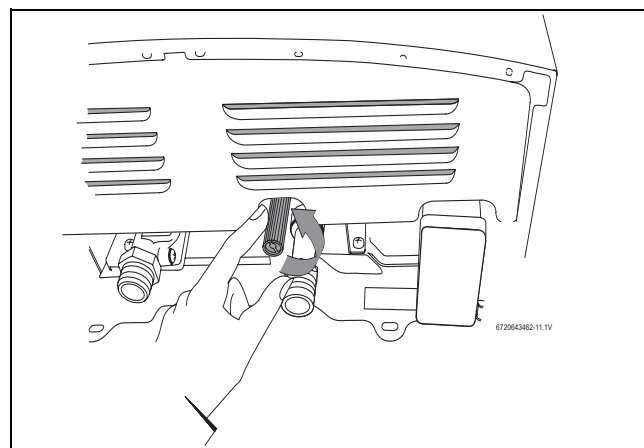

Fig. 12 Parafuso de sobrepressão
- ▶ Desaperte o parafuso de sobrepressão situado no tubo de entrada de água (→ Fig. 12).